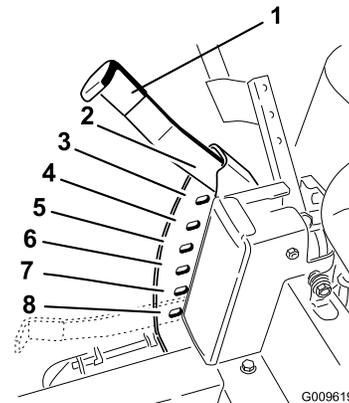

Bild 19
1. Heben Sie den Schnitthöhenhebel in die Transportstellung (Schnitthöheneinstellung von **G** (auch 115 mm) (Bild 19).